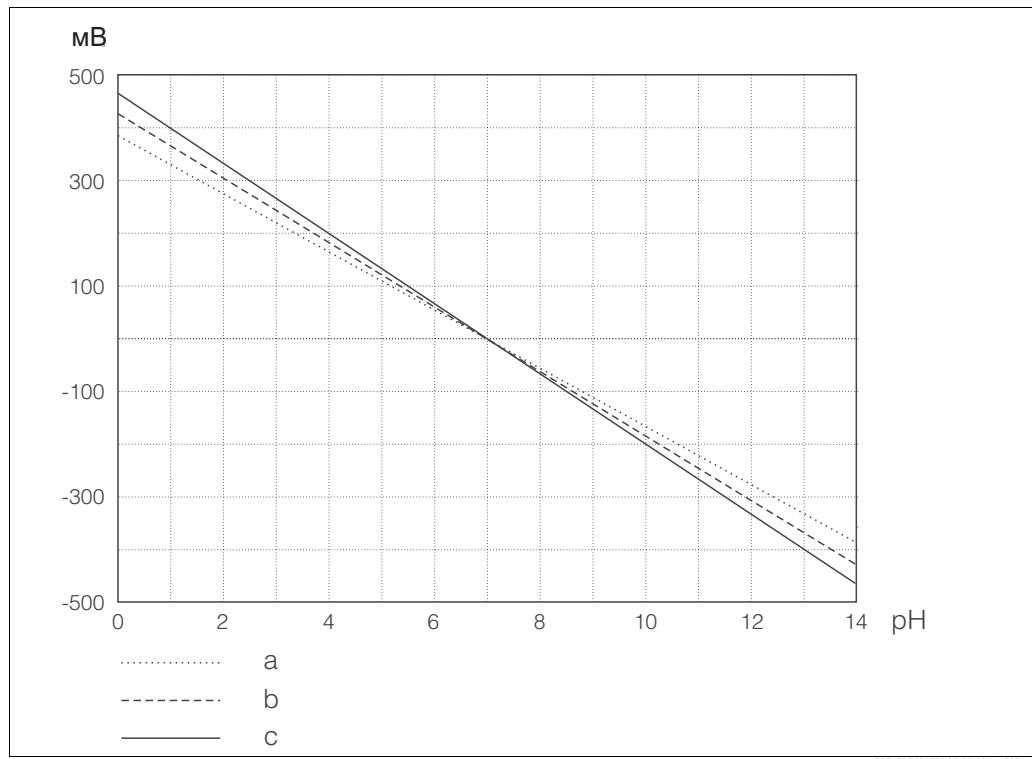

Рис. 4: Изотермические кривые TopHit
- Изотермические кривые электрода IsFET - очень близки к теоретическим расчетам (Рис. 4). Это - еще одно доказательство высокой точности измерения pH для TopHit.